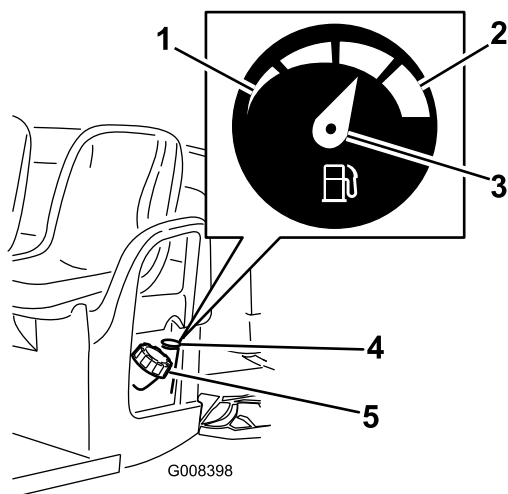

Рисунок 17
4. Очистите поверхность вокруг крышки топливного бака (Рисунок 17).